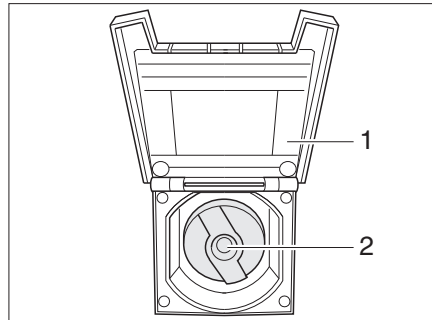

Bild 248 Verschlussdeckel für Trinkwasser-Einfüllstutzen
- Abdeckklappe (Bild 248,1) zum Trinkwasser-Einfüllstutzen öffnen.
- Schlüssel in Schließzylinder (Bild 248,2) stecken und eine viertel Umdrehung entgegen dem Uhrzeigersinn drehen.
- Trinkwasser-Einfüllstutzen (Bild 248) öffnen.